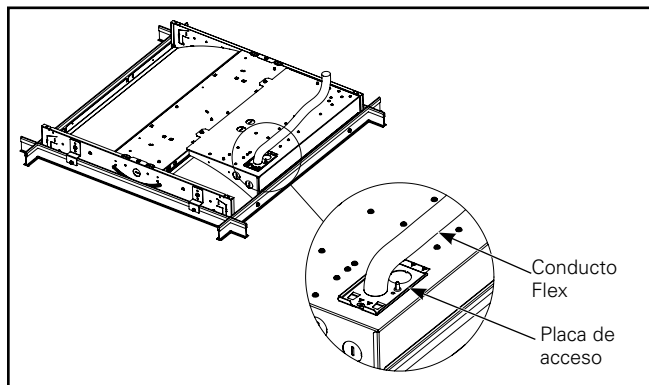

Figura 14.
9. Coloque todos los cables y las tuercas P en la caja de conexiones del accesorio, reemplace la placa de acceso eléctrico y presione firmemente en su lugar. (Figura 14)